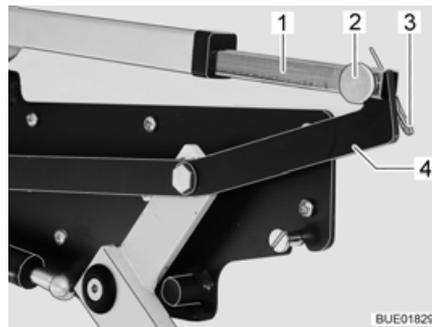

Bild 123 Antrieb für Hubbett
- Verbindung zwischen Schubstange (Bild 123,1) und Hebel (Bild 123,4) trennen. Dazu Splint (Bild 123,3) und Stift (Bild 123,2) herausziehen.